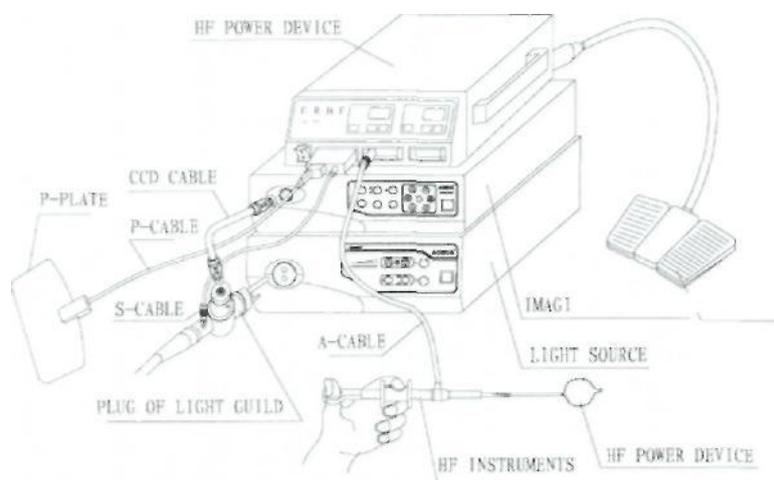

Рис. 7
- c) Соединить ВЧ устройство с видеоскопом и эндоскопом рис. 7. Для подробной информации смотрите руководство ВЧ устройства и VME-6B.